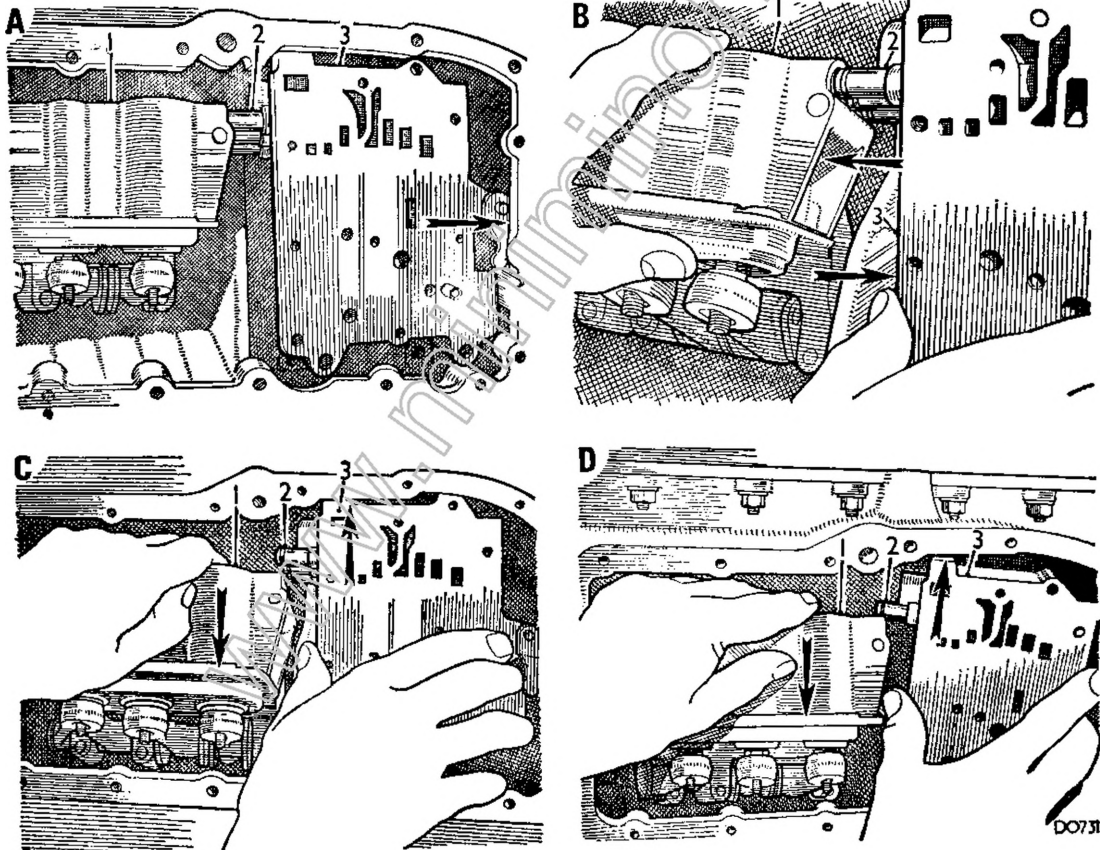

Fig. Fa. 29
28. Togliere il cassetto dei condotti come illustrato nella sequenza della figura Fa. 29 alla pagina precedente, dopo però averlo tirato verso l'infuori per staccarlo dai collegamenti e staccare altresì la tiranteria del regolatore.
29. Far riferimento specifico alla figura Fa. 29 alla pagina precedente.